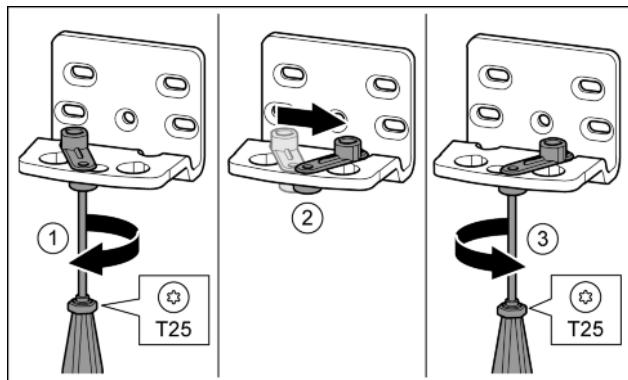

Fig. 16
- Отпустить винт отверткой T25. Fig. 16 (1)
- Приподнять фиксатор двери и, повернув на 90° вправо, вставить в отверстие. Fig. 16 (2)
- Затянуть винт отверткой T25. Fig. 16 (3)